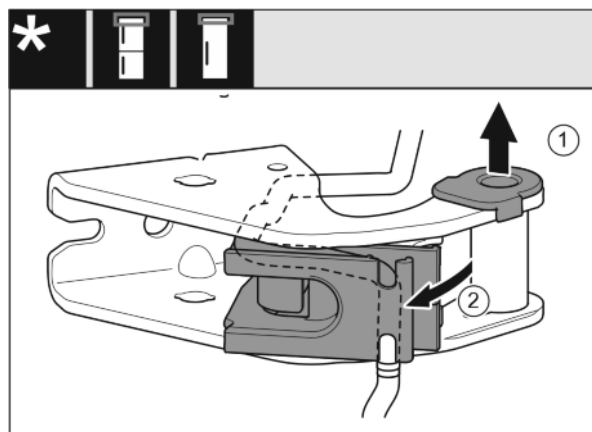

Fig. 21
- ▶ Estrarre la boccola dalla guida. Fig. 21 (1)
- ▶ Ruotare verso l'esterno il supporto cavi. Fig. 21 (2)